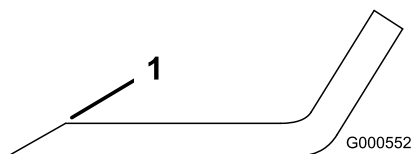

Figura 63
- Utilize uma lima para afiar aresta de corte em ambas as extremidades da lâmina (Figura 63).
Nota: Se lâmina não estiver equilibrada, lime algum metal da extremidade da aba apenas (Figura 63).